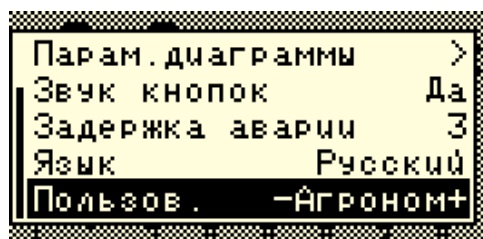

Рисунок 32
5. Кнопками  «Вверх» и  «Вниз» выбрать пункт меню «Пользователь» (см. «Рисунок 32»). Кнопками  «Плюс» и  «Минус» выбрать «Агроном» и нажать кнопку  «Меню». В появившемся окне ввести ПИН-код. В случае ввода правильного кода произойдет смена уровня доступа, о чем будет свидетельствовать сообщение на экране, и после этого будет показан главный экран.